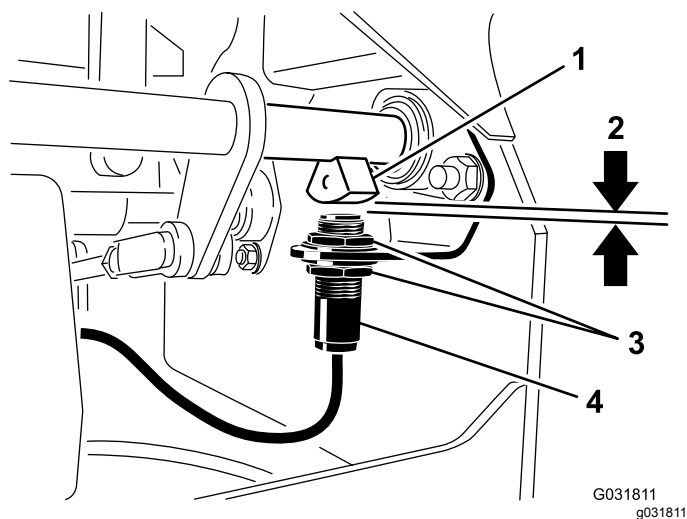

Рисунок 45
4. Переместите выключатель вверх или вниз по кронштейну так, чтобы расстояние между датчиком вала тормоза и штоком выключателя составляло 4 мм, как показано на Рисунок 45.